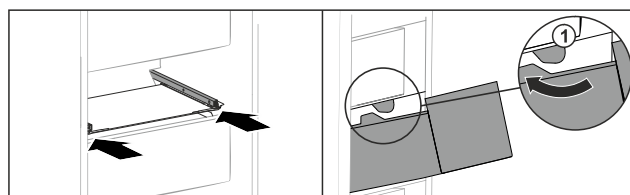

Fig. 201
- Guider le tiroir en contournant les butées Fig. 201 (1).